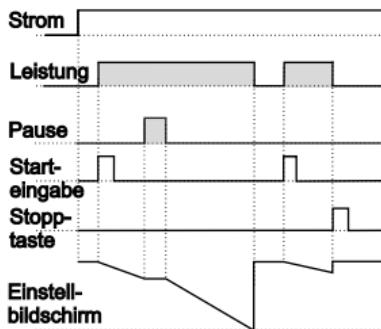

Abbildung 4.1
4.1.1 Wenn Abwärtszählen **dec**=1 und **butF** **b-n** ist, wird das Regelschema in Abbildung 4.1 gezeigt.